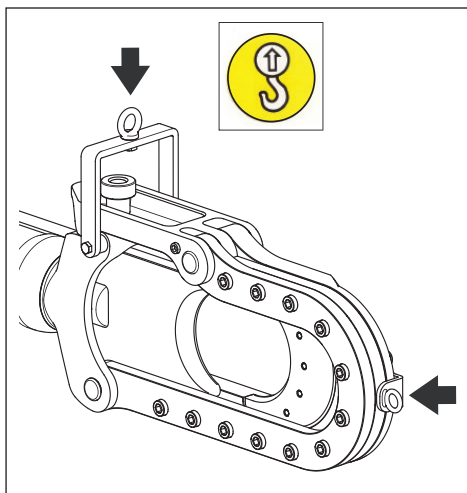

図6：カッターの吊り上げ位置
- ・ カッターの移動や輸送が必要な場合は、必ず付属のリフティングアイボルトを使用してください。図6を参照してください。適切な定格の昇降装置を使用してください。